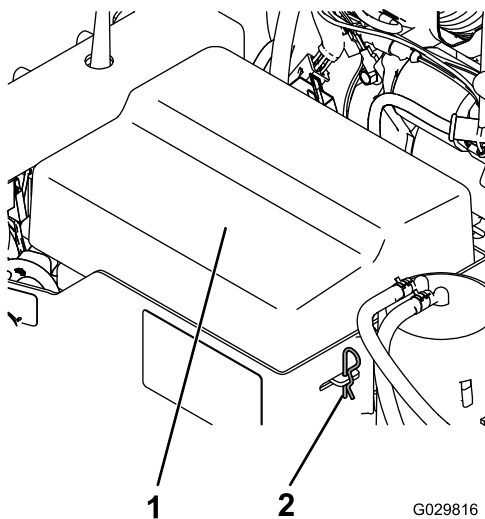

Рисунок 4
1. Снимите скобы крепления крышки аккумулятора к коробке аккумулятора (Рисунок 4).